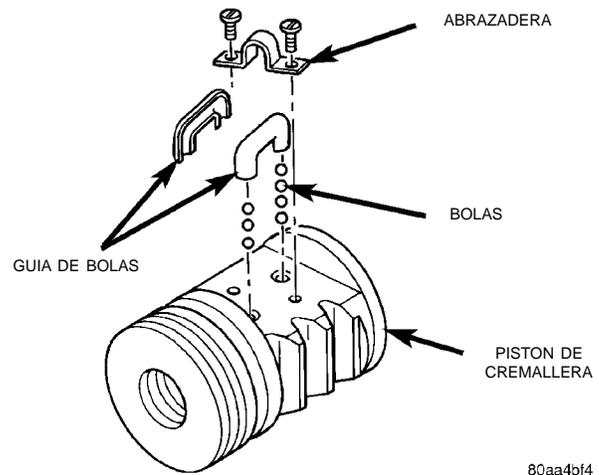

Fig. 22 Pistón de cremallera
(7) Retire de la caja el pistón de cremallera y la herramienta en conjunto.
(8) Retire la herramienta del pistón de cremallera.
(9) Retire las bolas de pistón de cremallera.
(10) Retire los pernos de abrazadera, la abrazadera y la guía de bolas (Fig. 22).